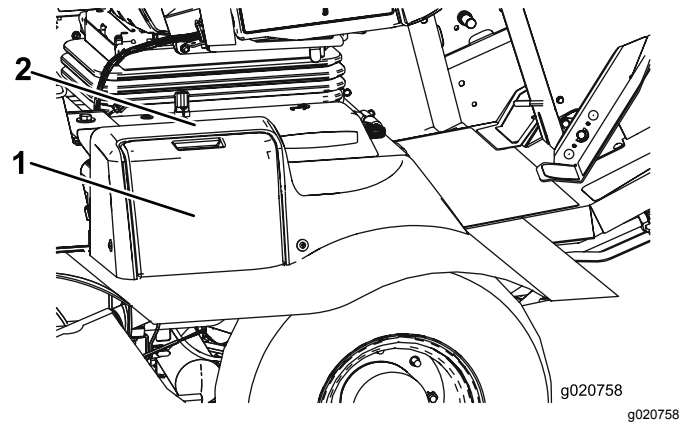

Figure 81
1. Ouvrez le couvercle de la batterie (Figure 81) sur le côté du carénage.
Remarque: Appuyez sur la surface plate au-dessus du couvercle de batterie pour en faciliter le retrait (Figure 81).